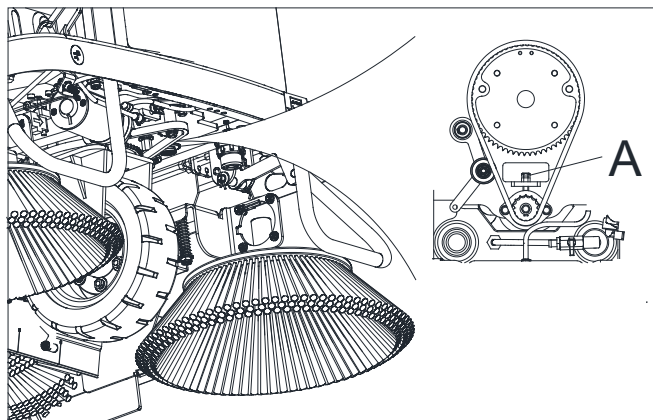

Figura 36
4. Si la cadena de la rueda delantera está floja, ajuste el tornillo de ajuste de la cadena (A, figura 36) desde la parte inferior delantera de la máquina para asegurarse de que la cadena tenga la tensión adecuada.